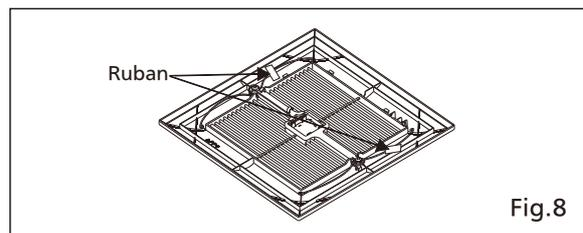

Fig.8
10. Retirez le ruban adhésif de la grille et des ressorts avant l'installation. (Voir Fig.8)